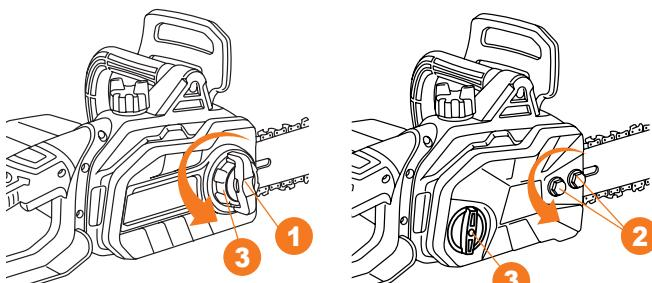

Рис. 3
- Снимите боковую крышку откручив ручку ① **DACS 1950E** или болты ② **DACS 1900E** фиксации против часовой стрелки (Рис. 3).